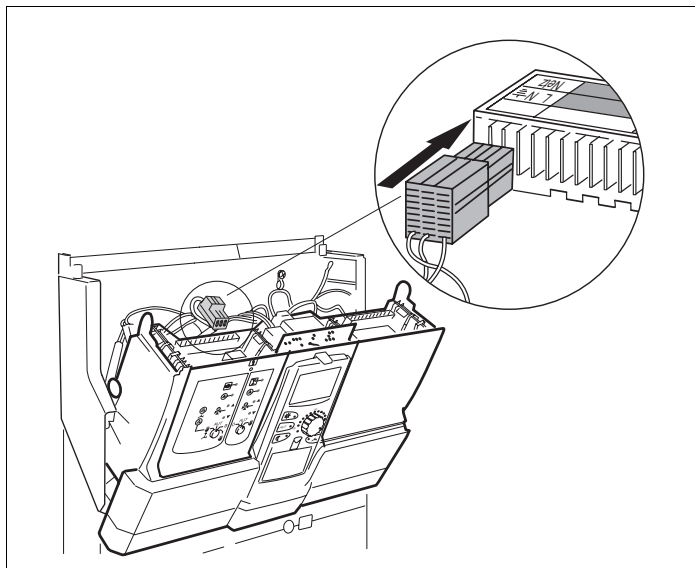

Fig. 7 Conectare la rețea, soclul 1
- Fișa de conectare a modului la 230 V se introduce în poziția prevăzută pe rigleta de contacte (vezi detaliul din fig. 7).
- Se scot fișa de conectare a modulului la 230 V (vezi fig. 7, pag. 16) și toți conductorii de legătură ale modulului ZM 424 și se fixează în poziții de parcare.